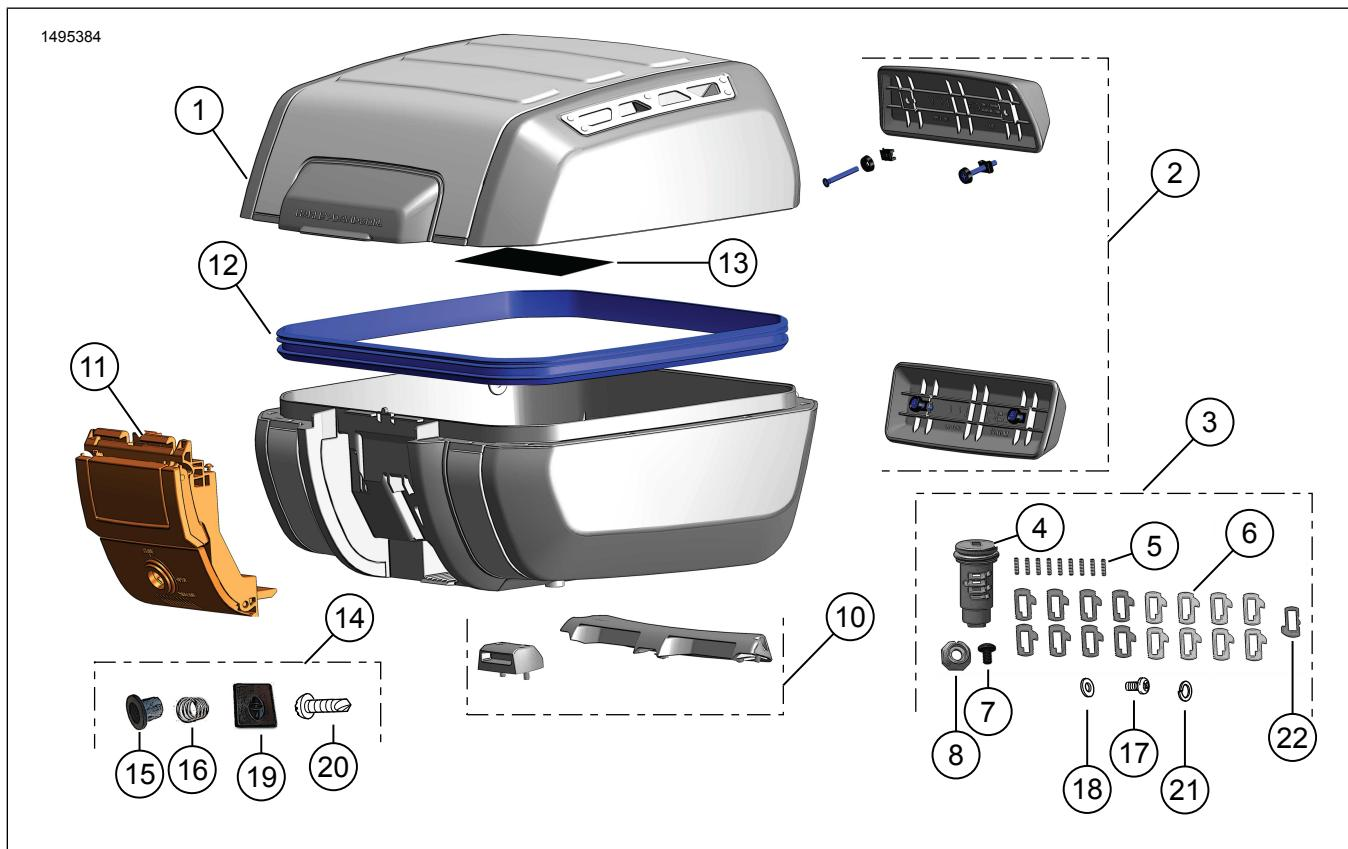

Figura 1. Kontenut tal-Kit: Kaxxa ta' Fuq li Tinqala'
5. Ara t-Tabella 4. Installa l-molol tat-tumbler (5), ara Figura 1 , fit-toqob fl-istazzjonijiet 3,6 u 7 fuq in-naħha (A) tas-sabassemblaġġ taċ-ċilindru.
6. Ara t-Tabella 4. Installa tumblers (6), ara Figura 1 , #11-14 fl-istazzjonijiet 3,6 u 7 skont in-numri tat-tumbler determinati fi Tabella 3 .
7. Ara t-Tabella 4. Installa l-molol tat-tumbler (5), ara Figura 1 , fit-toqob fl-istazzjonijiet 4,5 u 8 fuq in-naħha (B) tas-sabassemblaġġ taċ-ċilindru.
8. Ara t-Tabella 4. Installa tumblers (6), ara Figura 1 , #21-24 fl-istazzjonijiet 4,5 u 8 skont in-numri tat-tumbler determinati fi Tabella 3 .